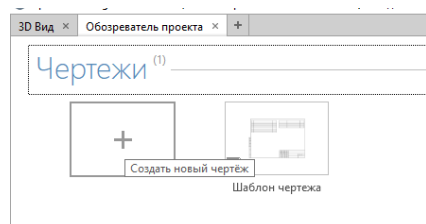

Рис. 1 Создание нового чертежа
1. Для начала необходимо создать новый чертеж в проекте. Откройте **Обозреватель проекта**. Нажмем кнопку **Создать новый чертеж** (рис. 1)